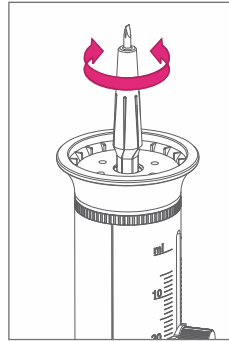

Abb. 12
2. Setzen Sie das Sechskantwerkzeug auf die Sechskantnut auf, wie in Abb. 12 gezeigt